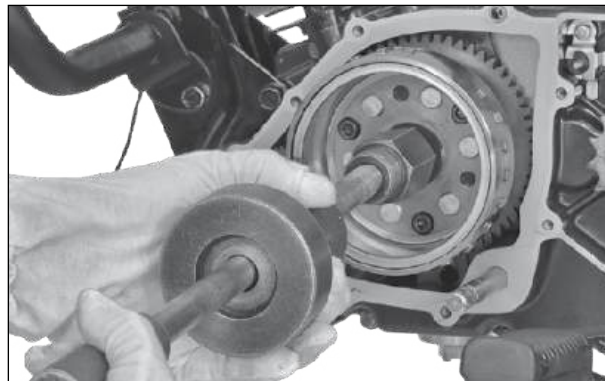

Fig. 3.113
- Usando uma ferramenta especial, remova o conjunto do rotor junto com a engrenagem da embreagem de partida. (Fig. 3.113)